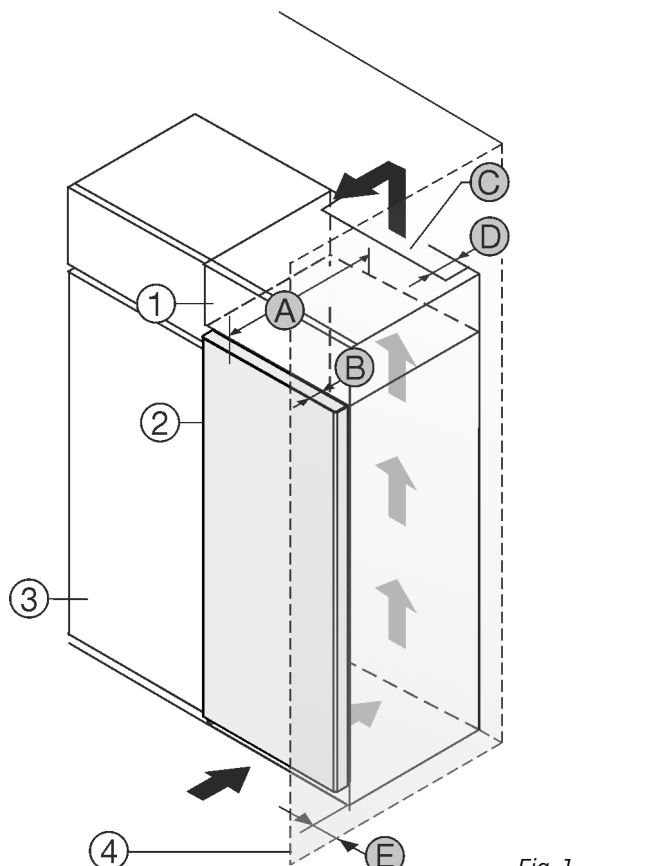

Fig. 1
Příklad nainstalujte přímo vedle kuchyňské skříňky Fig. 1 (3).
Na zadní straně nastavné skříňky musí být větrací šachta hluboká Fig. 1 (D) přes celou šířku nastavné skříňky.
Pod stropem místnosti musí být dodržen ventilační průřez Fig. 1 (C).
Když se přístroj instaluje závěsy vedle stěny Fig. 1 (4), musí být vzdálenost mezi přístrojem a stěnou minimálně 13 mm.
Když se přístroj instaluje závěsy vedle stěny Fig. 1 (4), musí být vzdálenost mezi přístrojem a stěnou minimálně 20 mm.